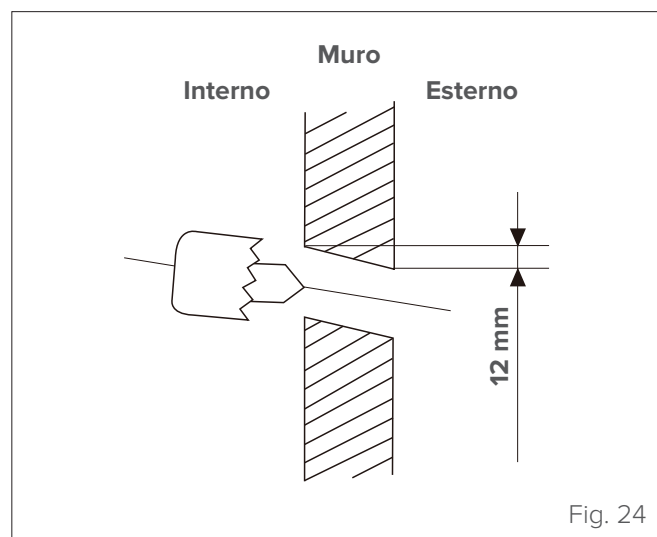

Fig. 24
- 1 Determinare la posizione del foro nella parete in base alla posizione dell'unità esterna. Il foro nella parete dovrà avere un diametro minimo di 65 mm e una leggera inclinazione verso il basso per facilitare il drenaggio (vedere "Fig. 24").